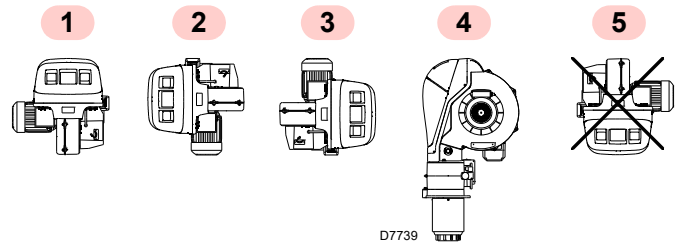

Abb. 11
- Der Brenner ist ausschließlich für den Betrieb in den Stellungen **1**, **2**, **3** und **4** (Abb. 11) ausgelegt.